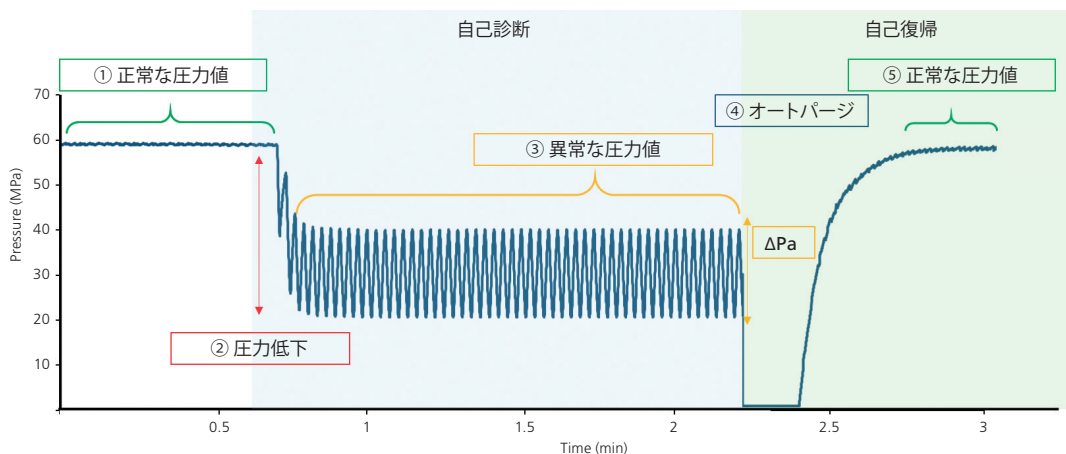

Fig. 2 自己診断・自己復帰機能のスキーム
新Nexeraシリーズの送液ポンプに搭載した自己診断・自己復帰機能は、流路内に発生した気泡による異常な圧力変動を自動で検知し、ポンプのパージを行ってシステムを正常な状態に戻します（Fig. 2）。
気泡がポンプ内に混入すると圧力低下が生じ (Fig. 2、②)、その後、異常な圧力変動が継続します (Fig. 2、③)。自己診断機能では、このときの圧力変動値 (ΔPa) が基準値と異なることを検知して、異常が発生していると認識して、自己復帰機能を開始します。
自己復帰機能が開始されると、進行中の分析後、自動でパーズ動作が行われ、流路から気泡を取り除きます (Fig. 2、④)。その後、残留物を除くためカラムを洗浄し、再度サンプル注入せずメソッド条件で一度分析を行い、そのときの圧力変動を基準値と比較します (Fig. 2、⑤)。その圧力変動値が基準値と同等であれば、システムが正常になったと判断し、停止した分析を再度行い連続分析を再開します。なお、自己復帰後、中断した分析を再度実行するか、これをせずバッチの次の行から開始するかは、ソフトウェアで選択することができます。